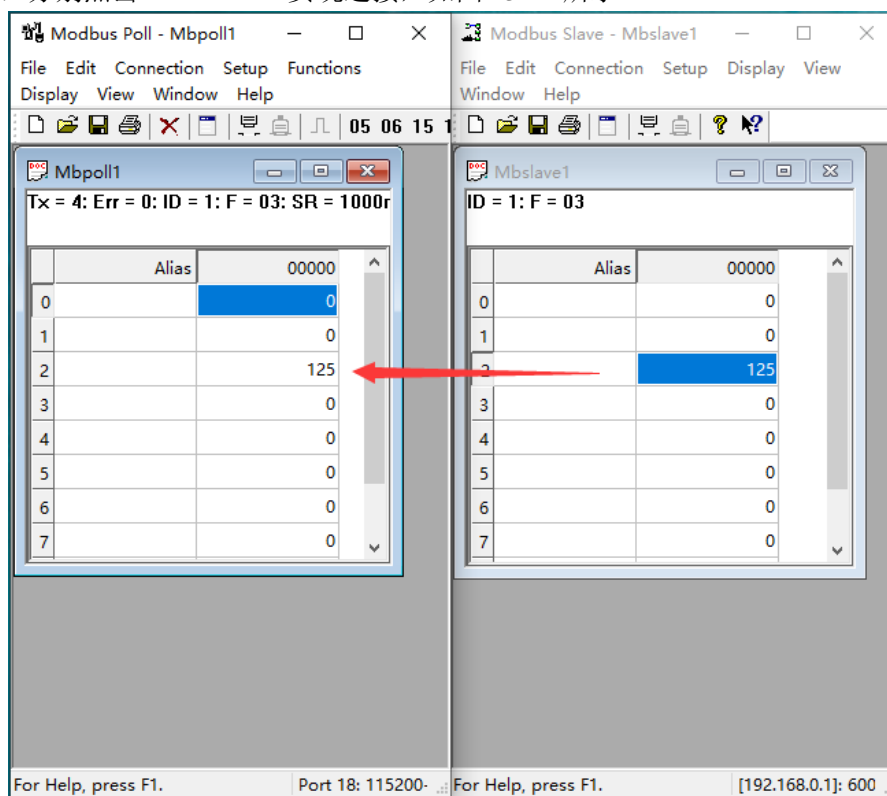

图 13-12 MODBUS 通信测试
(6) 分别点击“connection”实现连接，如图 13-12 所示。